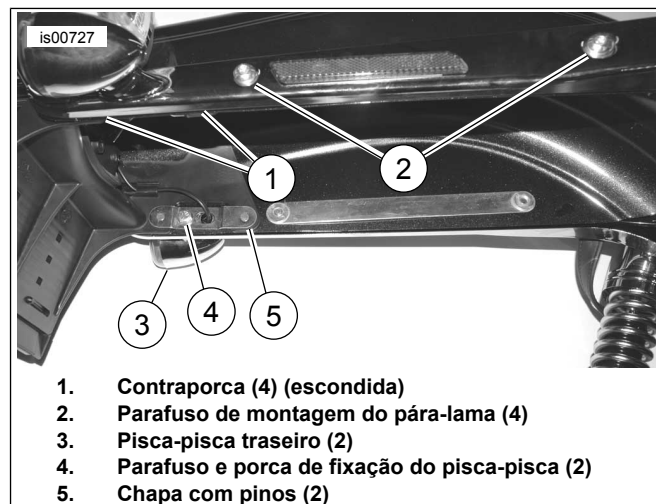

Figura 2. Chapa com pinos e suporte da placa de identificação
7. Veja a Figura 2. Remova o parafuso (4) e a arruela do lado de dentro do pára-lama e o pisca-pisca traseiro (3). Jogue fora o parafuso e a arruela. Repita o procedimento no lado oposto.
8. Veja a Figura 2. Solte os dois parafusos (2) para ter acesso às duas contraporcas escondidas (1). Repita o procedimento no lado oposto.
9. Veja a Figura 2. Localize as quatro contraporcas (1) escondidas em baixo das capas dos suportes do pára-lama. Remova as duas chapas com pinos (5), quatro contraporcas (1) e o suporte da placa de identificação. Guarde as porcas para a reinstalação.
18. Passe o fio do pisca-pisca (4) entre o suporte da placa de identificação e o pára-lama no sentido da traseira da motocicleta, como mostrado. Não passe o referido fio por baixo da chapa com pinos traseira (1). Repita o procedimento no lado oposto.
19. Coloque as quatro porcas (5) removidas no passo 9 nos quatro prisioneiros, entre o suporte e a capa do suporte do pára-lama. Aperte com torque de 5,4 N·m (48 in-lbs). Não aperte demais as porcas.
20. Veja a Figura 2. Aperte os parafusos (2) com torque de 25 N·m (18 ft-lbs). Repita o procedimento no lado oposto.